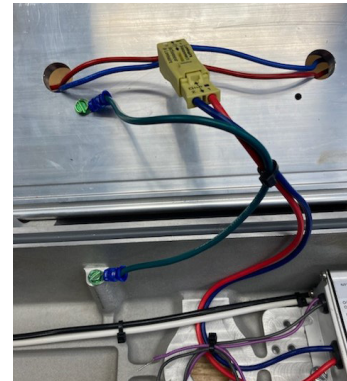

Figure 4. Acheminement des fils du raccord du moteur DEL DLLA4
6. Séparer la fiche d'entrée du raccord de moteur DEL et la prise de sortie du pilote de DEL (voir figure 4).
5. Repérer et retirer l'attache de câble utilisée pour fixer le câblage d'entrée du moteur DEL (voir figure 4). Faire attention en retirant l'attache de câble afin de ne pas endommager les fils.
12. Acheminer le câblage de sortie du moteur et du pilote de DEL et installer l'attache autobloquante conformément à la figure 4. Couper l'excédent de matériau d'attache.